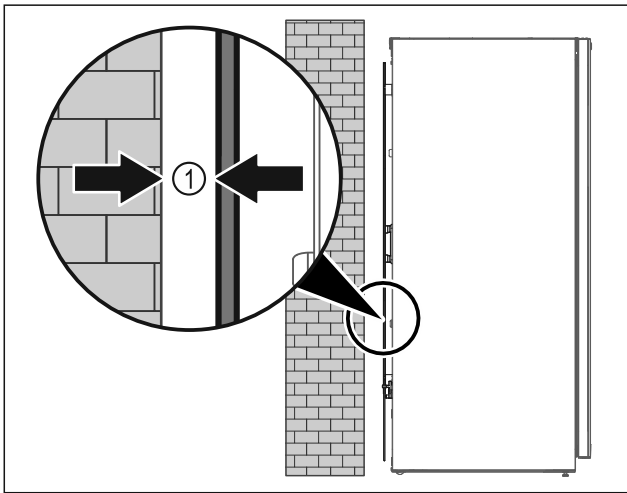

Fig. 4
- ▶ Apparaat ofwel vrij in de ruimte of direct tegen een wand met een minimumafstand van 5 mm Fig. 4 (1) opstellen.